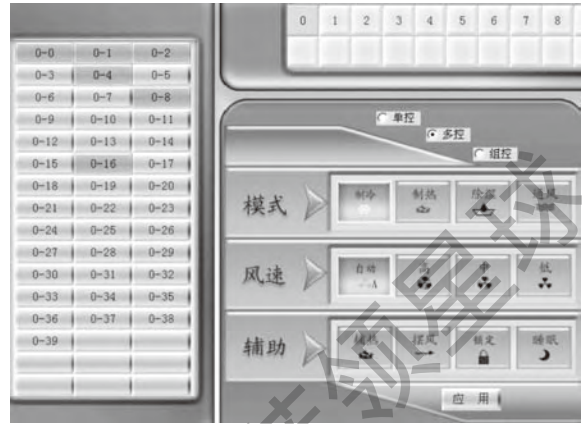

图4
■ 多控：用户通过监控软件可以对同一组内的多台内机作同一操作（如图4）